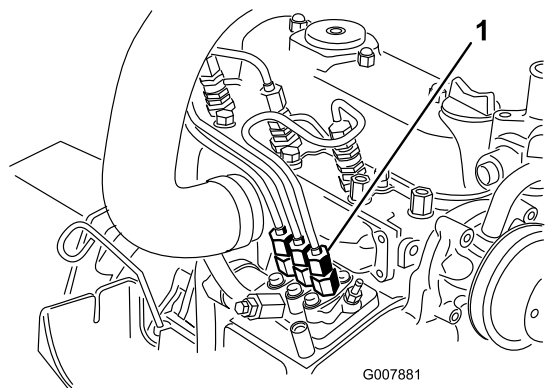

図 49
1. 燃料噴射ポンプから No.1インジェクタ・ノズル（図 49）へのパイプ接続部の下にウェスを当て、パイプの接続をゆるめる。